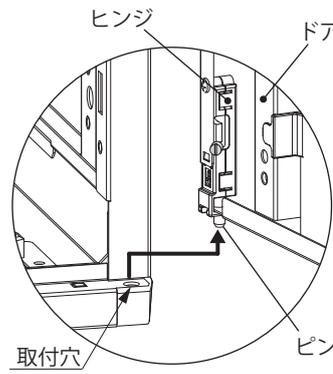

図 9 下部
2. ドア全体を斜め上に持ち上げ、ドアを取り外してください。(図 9)